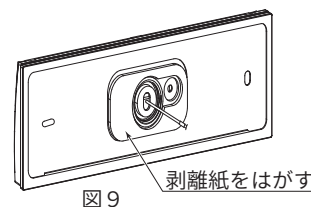

図9
4. 裏面パッキンの剥離紙をはがし（図9）、固定金具のツメ（4か所）が確実にリモコンにはまっていることを確認してください。（※コーキングは必ず実施してください。）